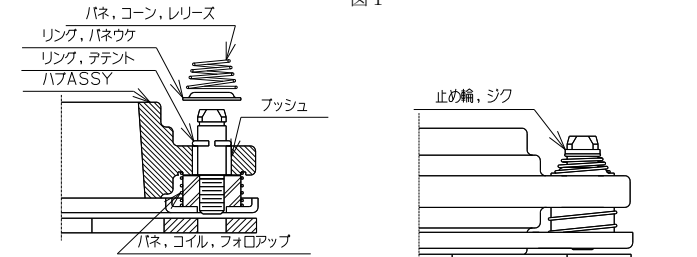

図2
- ・ピン,ドライブにリング,デテントを図の位置まで挿入してください。(図2)
- ・ピン,ドライブにリング,パネウケ、その上にパネ,コーン,レリーズを入れてください。(図2)